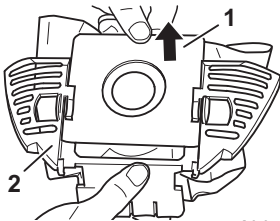

Abb. 18
5. Ziehen Sie den Staubfilterbeutel (Abb. 18/1) nach oben aus dem Staubbeutelhalter (Abb. 18/2) heraus.